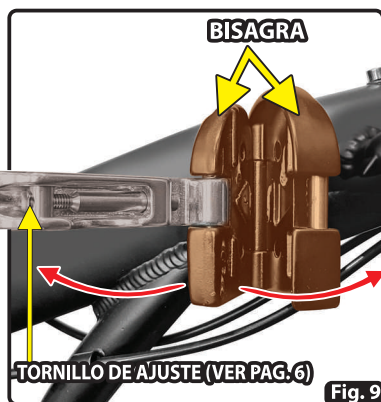

Fig. 9
- Proceder a plegar la bicicleta desde la **bisagra** del cuadro (Fig. 9) hasta que la rueda delantera y trasera queden juntas (Fig. 10).